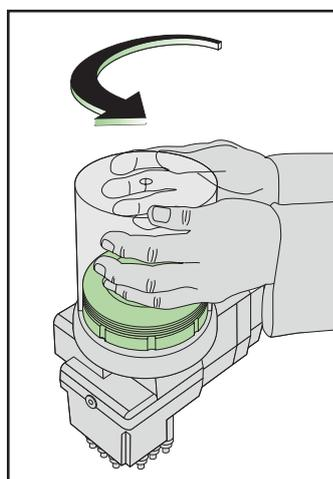

fig.5
1. Le capuchon de protection transparent (Fig 5) est muni d'une fermeture à baionnette.